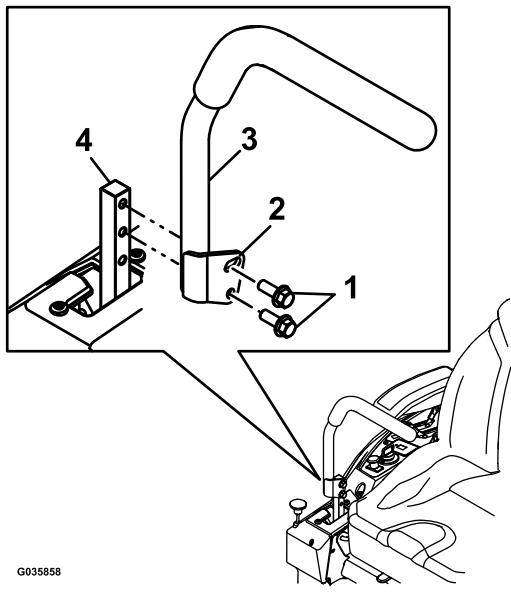

Figure 1
1. Déposez le levier de commande de déplacement (Figure 1).